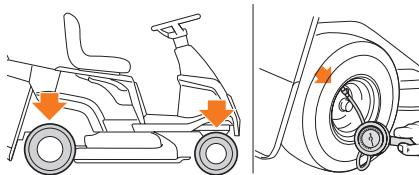

Рис. 10
- Правильное давление в шинах является важным условием для обеспечения полно-го выравнивания режущего узла и, таким образом, для равномерной стрижки газона (Рис. 10).